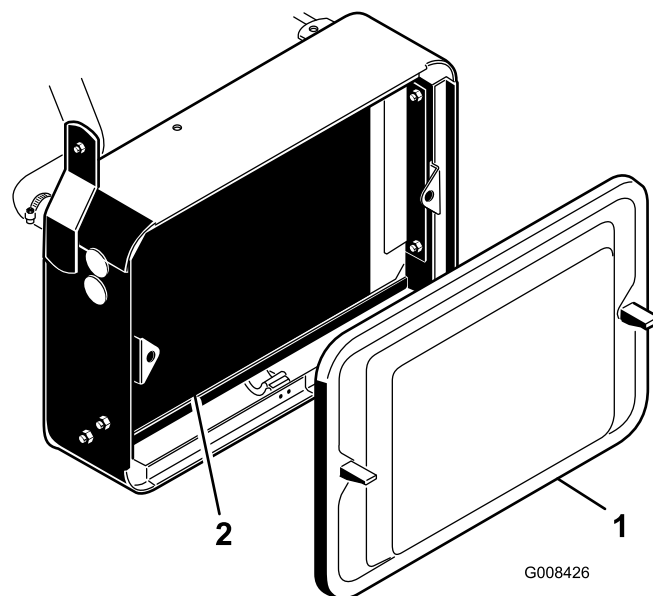

Рисунок 44
1. Снимите решетку радиатора (Рисунок 44).